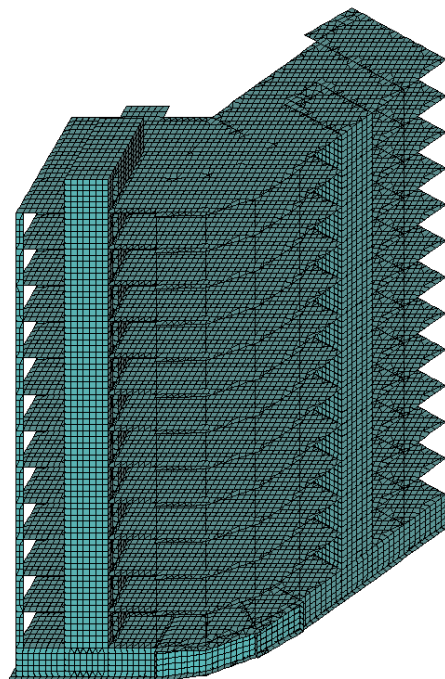

Рис.1.23.3. Расчетная схема в ПК ЛИРА-САПР 2013
- Чтобы схема выглядела как на рис. 1.23.3 выполните команду меню **Опции** ⇒ **Флаги рисования**.